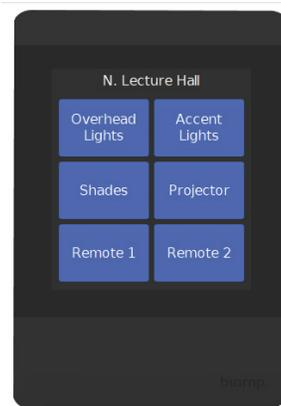

図 8. 6 ボタンレイアウト
4. Tesira ソフトウェアでは、複数のページにそれぞれ独自のアイコン、テキスト、ボタンの色などを設定することができます。図 8 と図 9 には一例です。